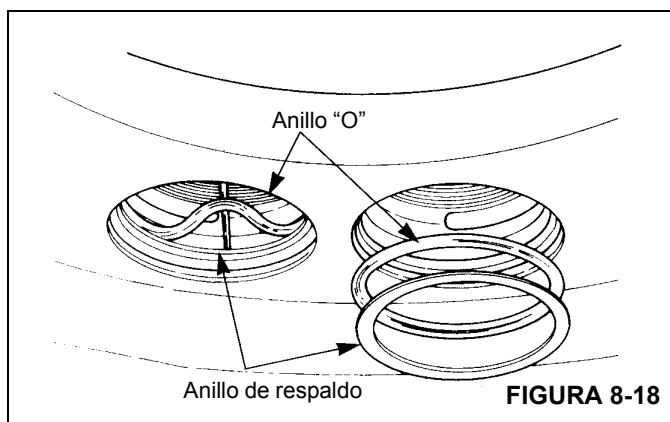

FIGURA 8-18
9. Retire y bote el anillo "O" y los anillos de respaldo (Figura 8-18).